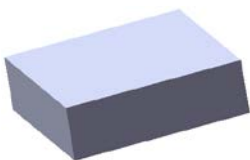
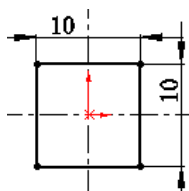

图 14.2.2 凸台—拉伸 1
图 14.2.3 横断面草图
Step2. 创建图 14.2.2 所示的零件基础特征——凸台—拉伸 1。
(1) 选择命令。选择下拉菜单  \rightarrow  \rightarrow  命令(或单击“特征(F)”工具栏中的  按钮)。
(2) 定义特征的横断面草图。
① 定义草图基准面。选取前视基准面作为草图基准面。
② 定义横断面草图。在草图环境中绘制图 14.2.3 所示的横断面草图。
③ 选择下拉菜单  \rightarrow  退出草图 命令，退出草图环境，此时系统弹出“凸台—拉伸”对话框。